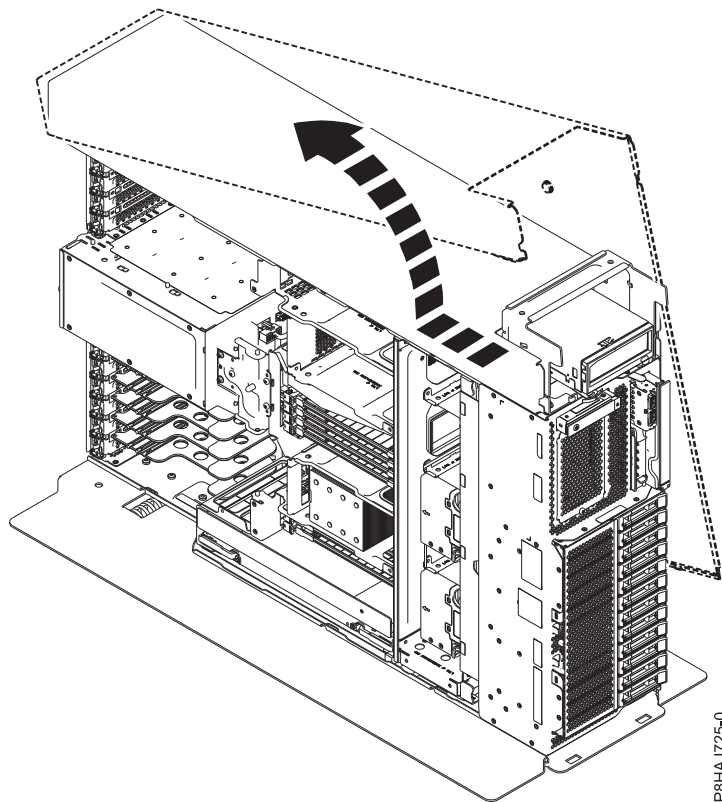

Abbildung 11. Seitenabdeckung bei einem Standalone-System vom Typ 8286-41A ausbauen
5. Schieben Sie die Seitenabdeckung in der in Abb. 11 dargestellten Richtung vom System.